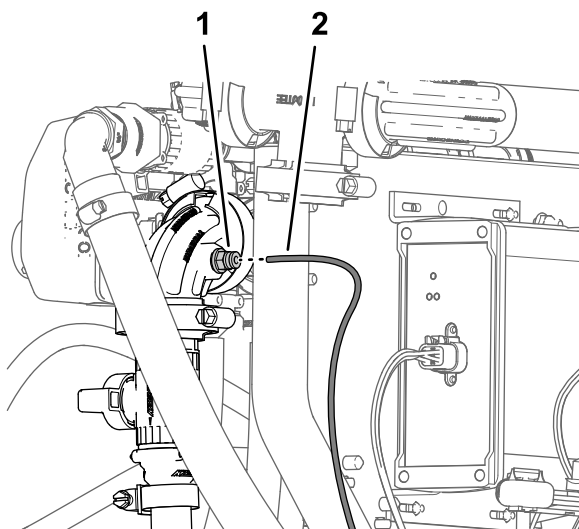

図 138
5. ダッシュボードの水圧計用の水圧検知チューブ樹脂チューブの口を、スプレースティックキットまたは電動ホースリールキット用のシャットオフバルブの 90° フィッティングのチューブカップラ用ロッキングカラーに合わせる 図 138。
6. 検知チューブをロッキングカラーに挿入して一番奥まで押し込む 図 138。